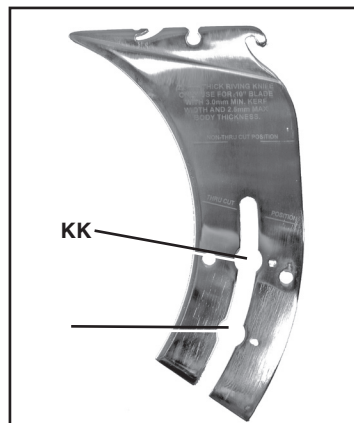
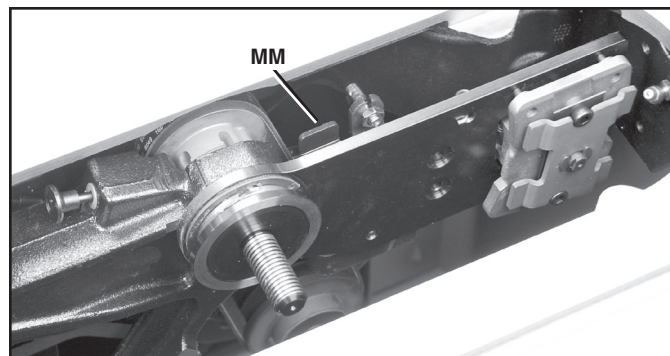

FIG. 30
FIG. 31
2. En tenant le levier, tirer le couteau séparateur vers le haut jusqu'à ce que la détente (JJ) fig. 30 s'engage en position de coupe traversante.
3. En tenant le levier, presser le couteau séparateur vers le bas jusqu'à ce que la détente (KK) fig. 30 s'engage en position de coupe non traversante.
2. Écarter le levier de dégagement du couteau séparateur (MM) fig. 31 de la lame et tirer le couteau séparateur vers le haut pour abaisser la détente (JJ) fig. 30 en position de coupe traversante.
3. Écarter le levier de dégagement du couteau séparateur de la lame et presser le couteau séparateur vers le bas pour élever la détente (KK) fig. 30 en position de coupe non traversante.